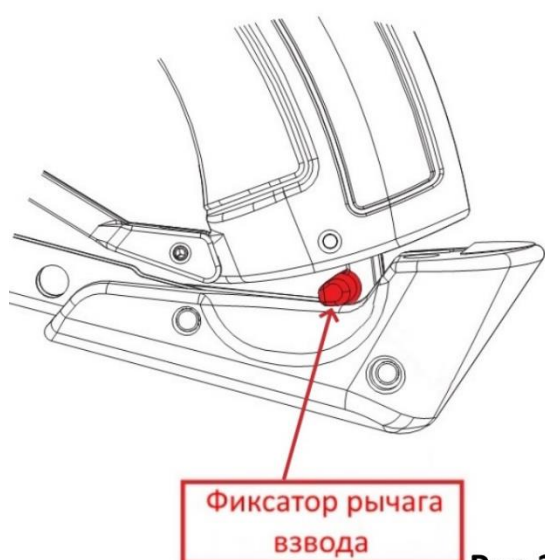
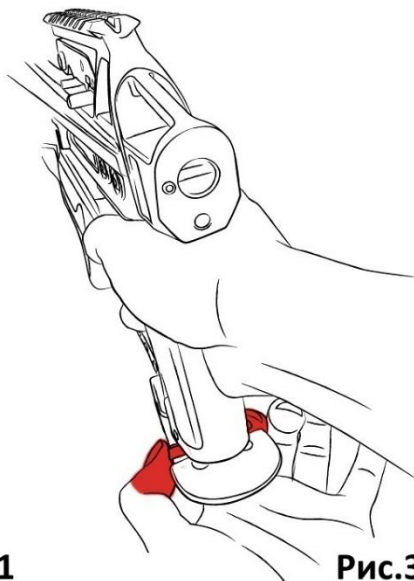

Рис.3.1
Рис.3.2
2. Возьмите фиксатор рычага взвода (Рис.3.1) большим и указательным пальцами и потяните фиксатор назад, чтобы отсоединить рычаг взвода от нижней части рукоятки арбалета (Рис.3.2).
1. Крепко удерживая рычаг взвода, аккуратно разблокируйте его, передвинув фиксатор рычага взвода назад большим и указательным пальцами также, как при обычном взводе арбалета (Рис.3.2). Позвольте рычагу распрямиться, аккуратно контролируя и сдерживая скорость его распрямления. Фактически, вы разряжаете арбалет.